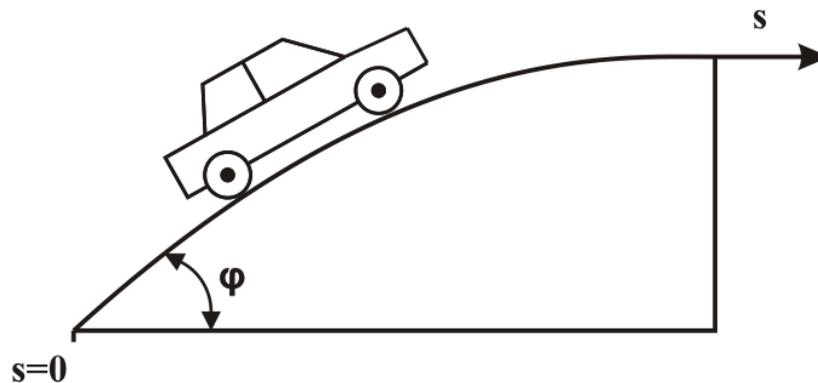

Abbildung 3: Prinzipskizze der Bergauffahrt
- a) Ergänzen Sie Abbildung 3 um alle Kräfte (mit ihrer entsprechenden Wirkrichtung), die das System beeinflussen.